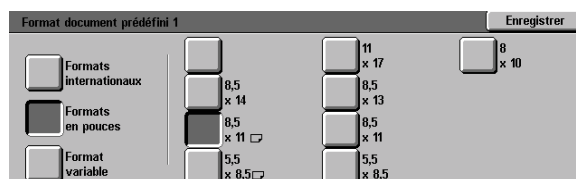

Figure 59 : Écran Formats document prédéfinis lorsque le paramètre Formats en pouces est sélectionné
- Appuyez sur la touche **Formats en pouces** et choisissez l'un des formats standard américains disponibles (figure 59)
- Appuyez sur la touche **Format variable**, puis à l'aide des flèches vers le haut et vers le bas, définissez les dimensions horizontales (X) et verticales (Y) d'un format personnalisé.